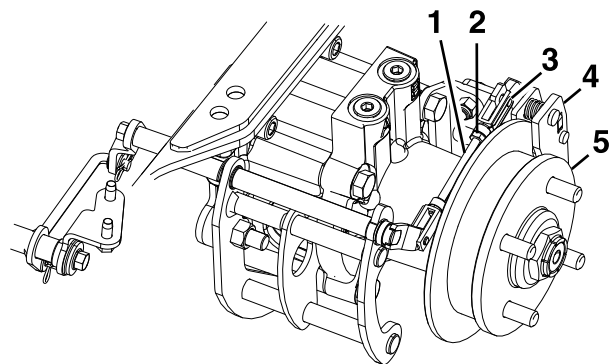

Figura 81
8. Retire el pasador de muelle del acoplamiento trasero y la pinza (Figura 81).
12. Apriete la contratuerca del acoplamiento trasero (Figura 81).